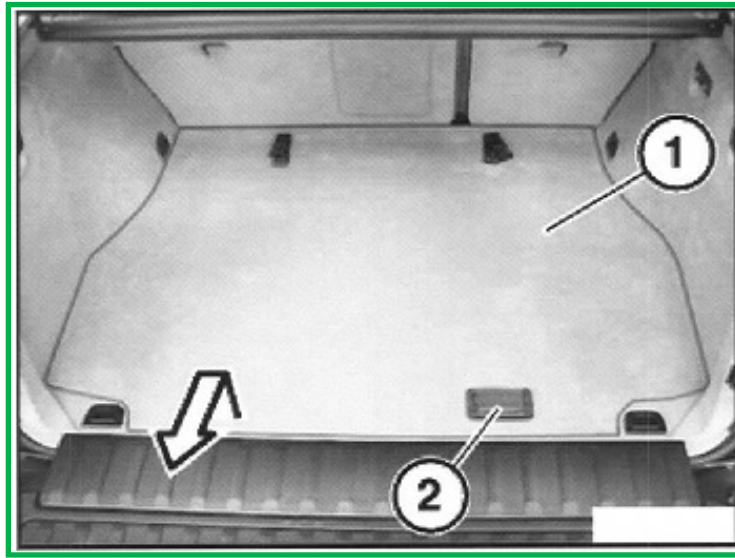

ABBILDUNG 1
1. Heckklappe öffnen, Gepäckraum-Bodenblende (1) am Griff (2) ausrasten und entfernen. (Abbildung 1)